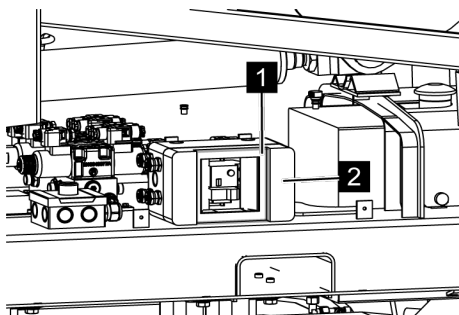

Fig. 121: Ouvrir le couvercle
3. ➔ Ouvrir le couvercle (Voir la Fig. 121/1) du boîtier (Voir la Fig. 121/2).
5. ➔ Fermer le couvercle (Voir la Fig. 121/1) du boîtier (Voir la Fig. 121/2).